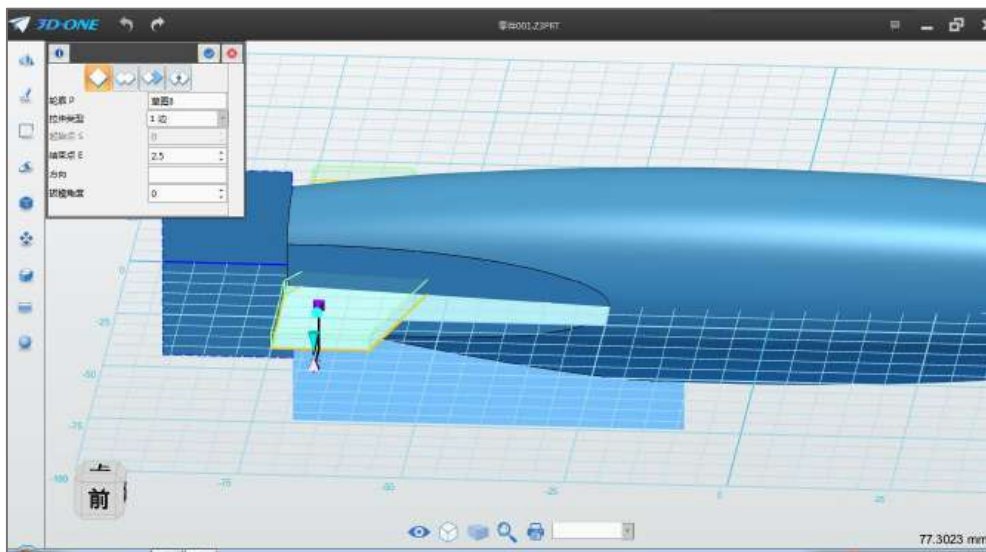

图 3-3
Step 3 点击确定，完成镜像。选择拉伸命令，布尔运算设为基体，拉伸类型 1 边，结束点输入 2.5，如下图 3-3 所示：